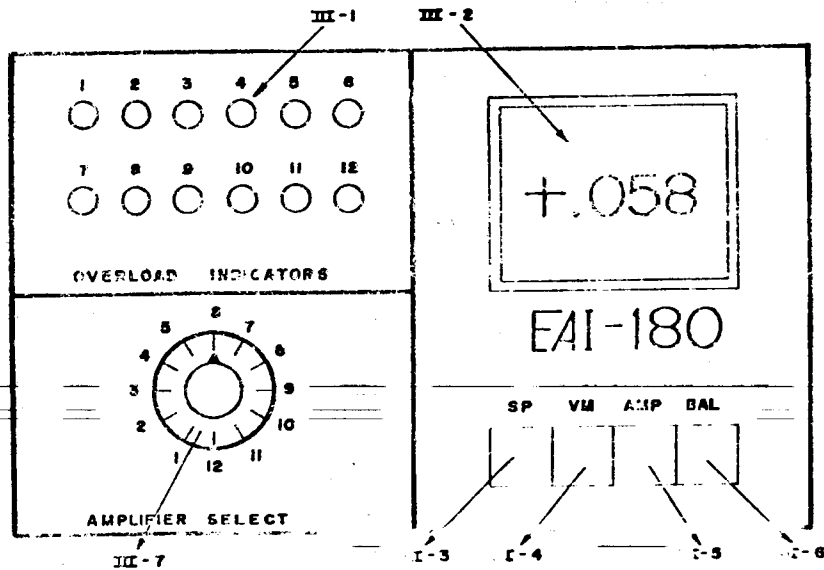

FIGURA III-0
2.3 Módulos de Medición. (Sección III, Fig. III-0)